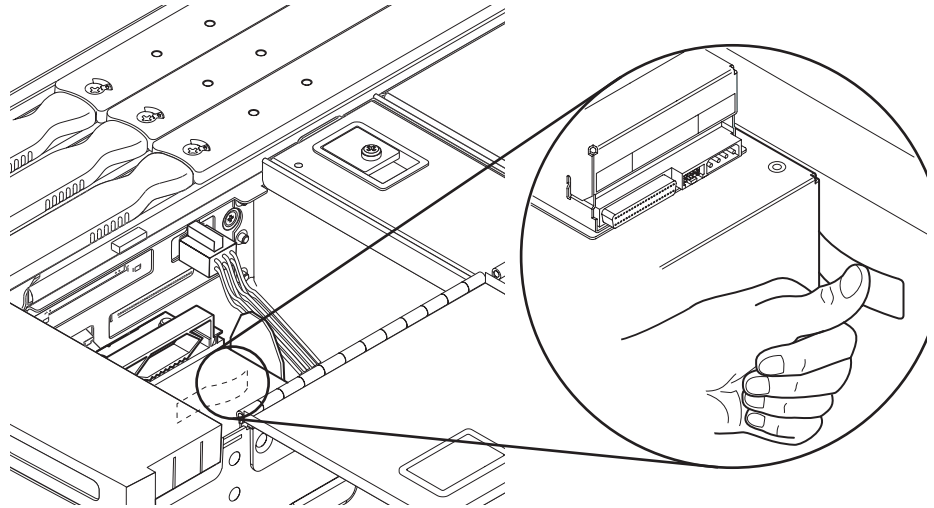

図 5-8 リムーバブルメディアモジュールを固定しているバネの緩め方
11. リムーバブルメディアモジュールの右側の後ろにある出っ張ったバネの位置を確認します。このバネを押してへこませます (図 5-8)。